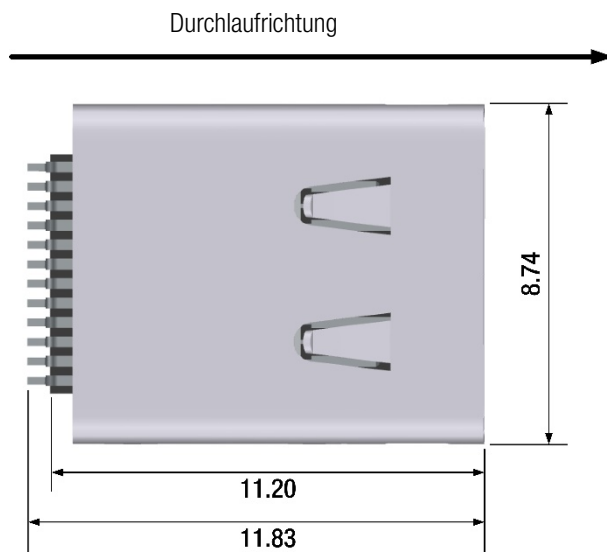

Abbildung 8: Empfohlene Durchlaufrichtung des USB-C hybrid während des Reflowlötens
5. Während des Reflow Lötvorgangs ist es empfehlenswert, dass der USB-C mit dem Steckgesicht oder mit der Pinreihe zuerst in den Reflow Ofen einläuft (siehe Abbildung 8). Dies beugt einer Biegung des USB-C vor. Diese Biegung kann entstehen, wenn die Lotpaste der Pinreihe nicht gleichzeitig aufschmilzt.